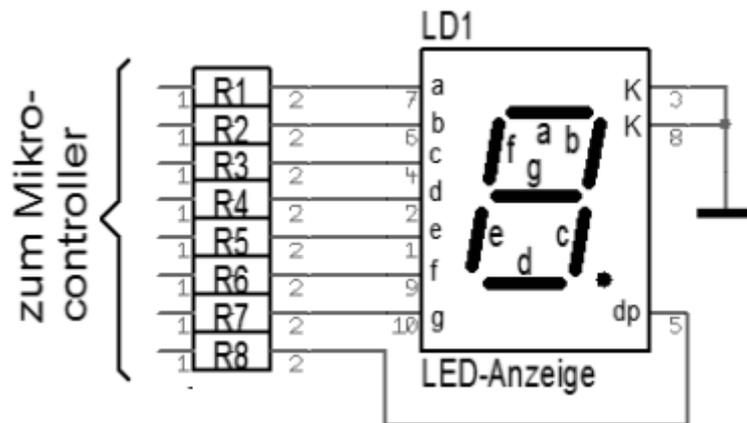

Abbildung 21: Anschlussbelegung
- Abb. 21: [http://rn-wissen.de/wiki/images/f/f6/Siebensegment\\_direkt\\_gem\\_Kathode.png](http://rn-wissen.de/wiki/images/f/f6/Siebensegment_direkt_gem_Kathode.png)